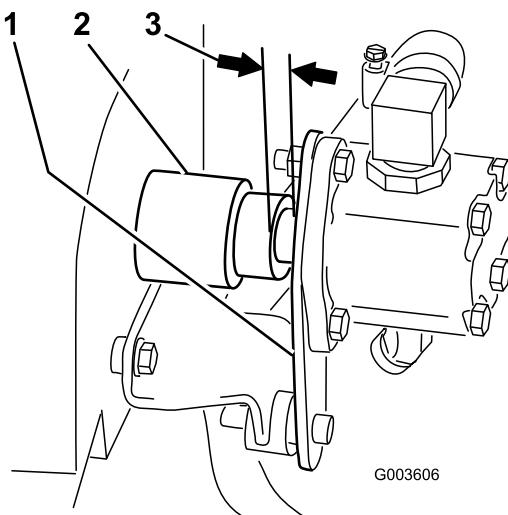

Figura 21
10. Il gruppo mozzo deve essere inserito fino in fondo sull'albero. Verificate la presenza di uno spazio tra la piastra della pompa e il gruppo pompa. Qualora non vi sia alcuno spazio, il gruppo mozzo non è montato correttamente e deve essere riposizionato (Figura 21).